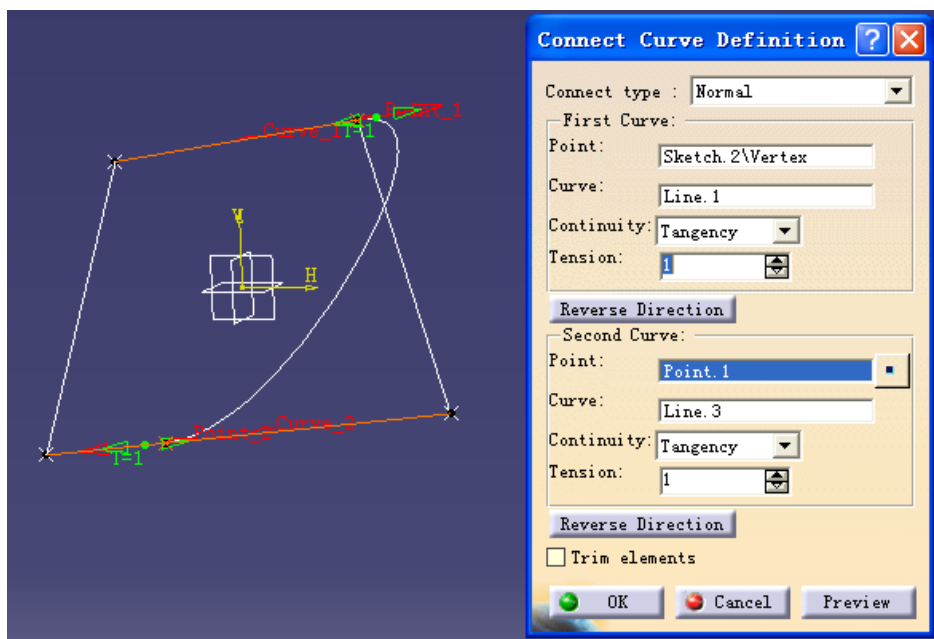

图 9-11
(2) 点击  键，对话框 First Curve 的 Curve 栏中用鼠标选上面的线，Point 栏中用鼠标选上线右侧点（按鼠标的右键可设定点的位置），Second Curve 的 Curve 栏中用鼠标选下面的线，Point 栏中用鼠标选下线左侧点（按鼠标的右键可设定点的位置），如图 9-11。